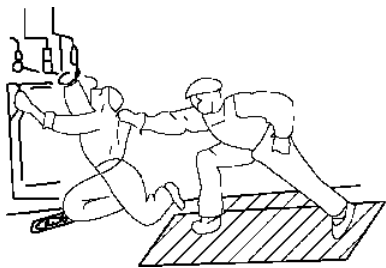
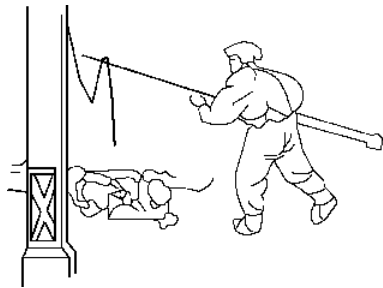

图 1.5 将触电者拉离电源
图 1.6 将触电者身上电线挑开
① 如果触电现场远离开关或不具备关断电源的条件,只要触电者穿的是比较宽松的干燥衣服,救护者可站在干燥木板上,用一只手抓住衣服将其拉离电源,如图 1.5 所示。也可用干燥木棒、竹竿等将电线从触电者身上挑开,如图 1.6 所示。